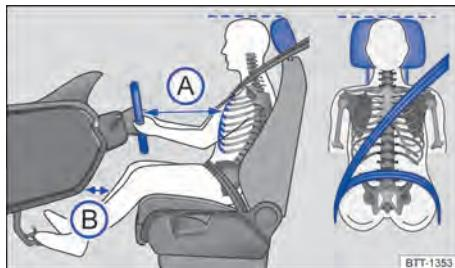

Fig. 23 Distância correta do condutor em relação ao volante, posição correta do cadarço do cinto de segurança e ajuste correto do apoio para cabeça.
- Ajustar o banco de modo que a distância entre o volante e o tórax tenha no mínimo 25 cm → **Fig. 23 A** e que o condutor possa segurar o volante pela borda externa com as duas mãos e os braços ligeiramente dobrados.
- Ajustar o banco do condutor na direção longitudinal de modo que os pedais possam ser acionados com as pernas ligeiramente arqueadas e a distância para o painel de instrumentos na área do joelho seja de, no mínimo, 10 cm → Fig. 23 B).
- Ajustar o apoio para cabeça de modo que a sua borda superior se encontre preferencialmente na mesma linha da parte superior da cabeça → Fig. 23 – porém não abaixo da altura dos olhos. Posicionar a parte posterior da cabeça o mais perto possível do apoio para cabeça.